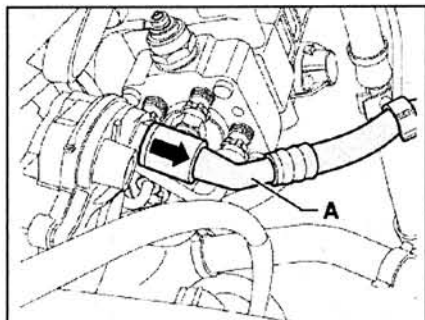

Рис. 7.32. Отсоедините вакуумный шланг А от вакуумного насоса.
1. Отсоедините вакуумный шланг А от вакуумного насоса (рис. 7.32).